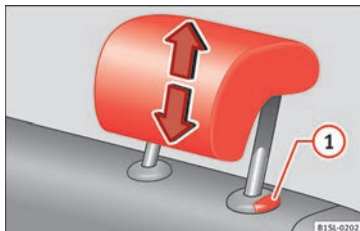

Fig. 119 Smontaggio del poggiatesta posteriore
- Estrarre il poggiatesta completamente tenendo premuto il tasto » fig. 119 ①.